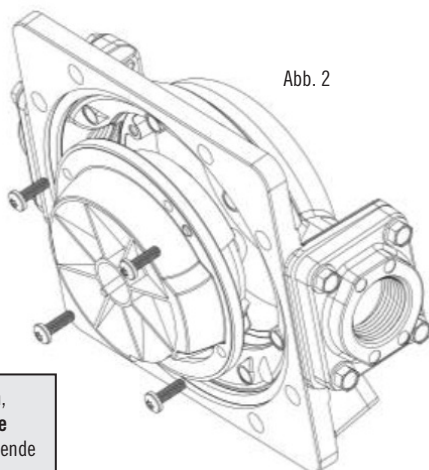

Abb. 2
Die Messkammer besteht aus der oberen und unteren Kammer, einer Taumelscheibe und vier Schrauben (Abb. 2).
2. Die Messkammer kann durch Entfernen der 4 Schrauben gelöst werden (siehe Abb. 2).